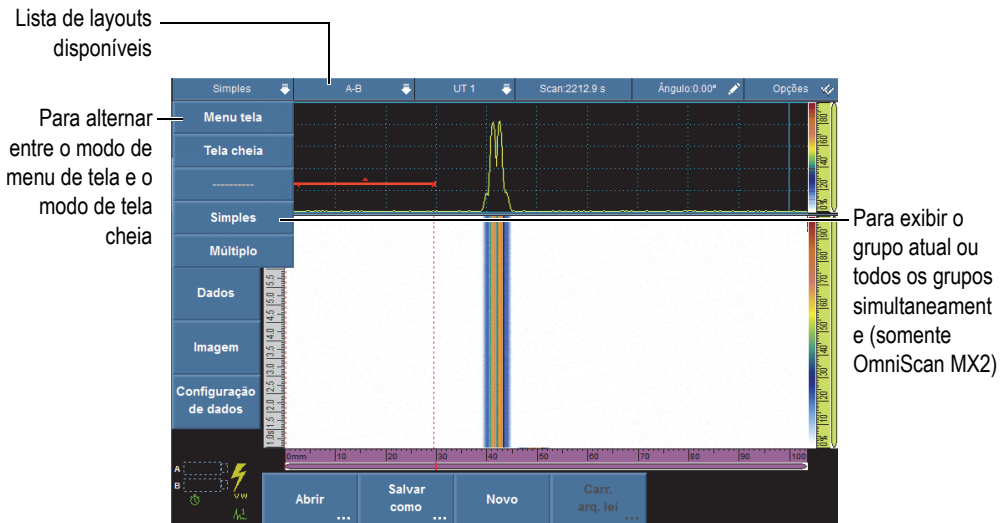

Figura 2-2 Menu de atalho da barra de título
Deve-se usar os menus de atalho da barra de título (veja Figura 2-2 na página 50) para:
1. Toque na seção modo da barra de título (veja Figura 2-2 na página 50, próximo canto superior esquerdo).
1. Toque na seção Grupo da barra de título (veja Figura 2-2 na página 50).
1. Toque na seção **Rastreamento** da barra de título (veja Figura 2-2 na página 50).
1. Toque na seção **Índice** da barra de título (veja Figura 2-2 na página 50).
1. Toque na seção **Ângulo/VPA** da barra de título (veja Figura 2-2 na página 50).